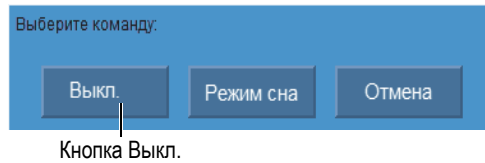

Рис. 3-1 Кнопка Выключить
1. Нажмите клавишу питания. Появится сообщение «Выберите команду» (см. Рис. 3-1 на стр. 36).